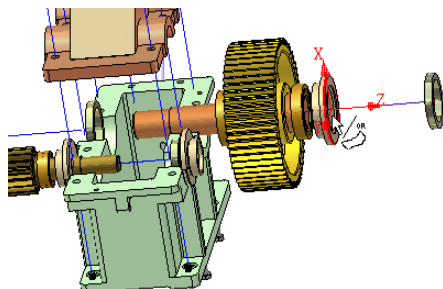
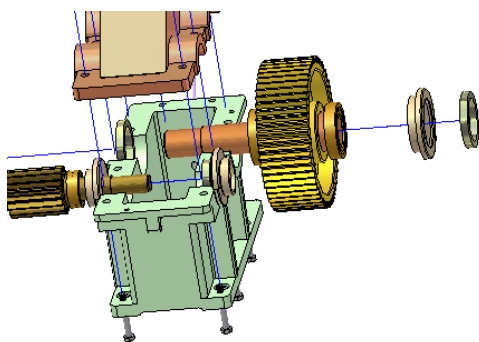

图 12-84 参照坐标系
图 12-85 移动端盖零件
②选择零部件移动的方向, 将鼠标指针移动到端盖零件上的时候, 会出现一个参照坐标系用来指示方向, 如图 12-84 所示, 单击左键即在图样上创建该坐标系, 同时完成移动方向的选择, 零部件发生移动的时候将会沿着指定的该坐标系的某一条坐标轴移动, 或者围绕该坐标系的某一条坐标轴旋转。
③单击端盖零件以选择端盖零件作为要调整位置的零部件。
④可以选择一个点作为进行移动所得到的轨迹的原点, 如果不选择则默认所创建的坐标系的原点为轨迹的原点。
⑤选中【显示轨迹】选项则在表达视图中显示零部件移动的轨迹。
⑥设定平移的距离或者旋转的角度, 这里我们设置端盖零件平移的距离, 首先选择 Z 轴方向作为零件移动的方向, 在下面的文本框中设置移动距离为 100, 单击右侧的【应用】按钮, 则端盖零件沿着 Z 轴的正方向移动了 100mm, 如图 12-85 所示。
⑦按照相同的方法对其他零件进行位置调整即可。